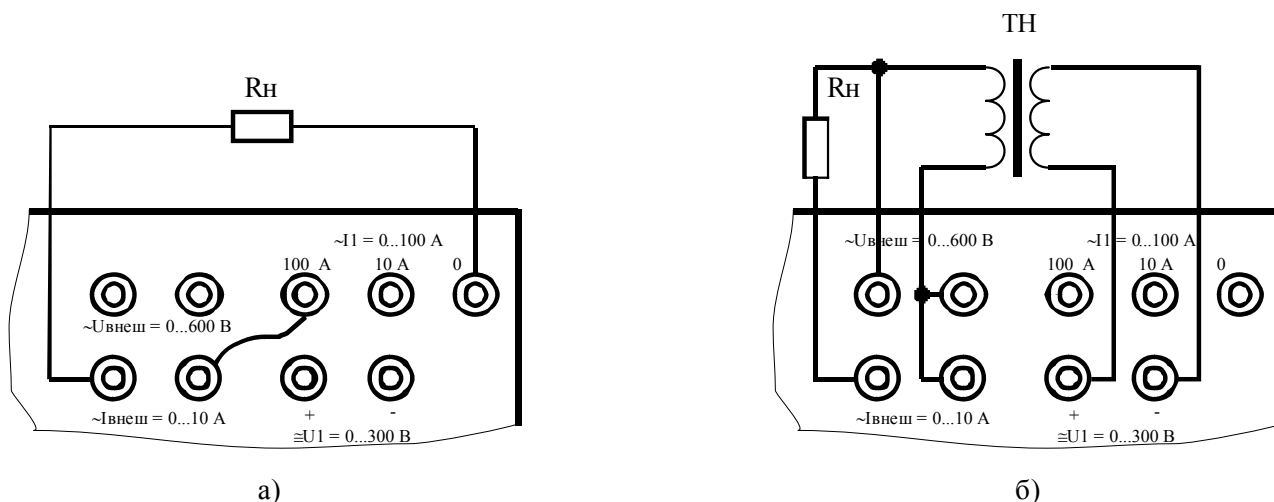

Рисунок 3 – Использование канала измерения внешнего тока (а) и канала измерения внешнего напряжения (б) при работе в режиме 1
В данном случае, для точного измерения малых токов можно воспользоваться измерителем внешних токов. Для этого необходимо подключить нагрузку согласно рис. 3а и перевести переключатель «Iвнешн./I1» (см. п. 6.2.2.3) в положение «Iвнешн.». На индикаторе отображается значение напряжения на выбранном выходе и тока в нагрузке, измеренного с помощью измерителя внешних токов.
8.3.1.7 Проверку работы четырехполюсников (например, трансформаторов) можно выполнять по схеме, показанной на рис. 3б. При установке переключателя «Увнешн/U1» в положение «U1», а переключателя «Увнешн/I1» – в положение «I1» на индикаторе отображаются значения параметров сигнала, подаваемого на вход четырехполюсника. При переключении переключателей в положения «Увнешн» и «Увнешн» соответственно, на индикаторе отображаются значения параметров сигнала на выходе четырехполюсника.